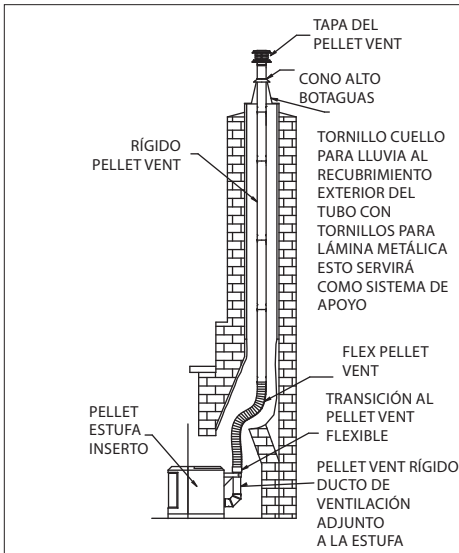

Figura 10
8. Al hacer la conexión en el aparato, pueden hacerse otras configuraciones distintas a la mostrada en la **Figura 10**. Puede que sea necesario ponerse en contacto con el fabricante de la unidad para determinar exactamente lo que se puede o no hacer para hacer una conexión correcta. Se muestran algunos arreglos típicos en las **Figuras 11 y 12**. Podría necesitarse un adaptador de